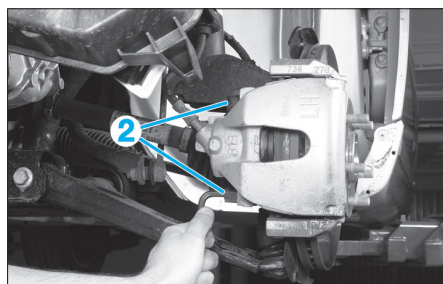

FIG. 3
- les 2 vis de guidage (2) de l'étrier (Fig.3).